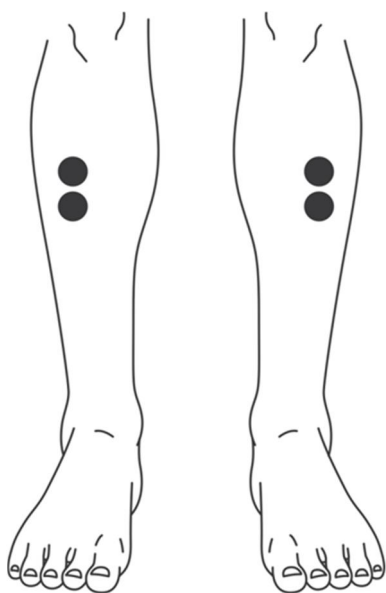

Рис. 41. Схема наложения электродов на нижние конечности пациента для регистрации ЭМГ-сигнала
- Для регистрации ЭМГ-сигнала с конечностей используются одноразовые клеящиеся электроды или чашечковые электроды, предварительно заполненные токопроводящей адгезивной пастой, имеющие удлиненные кабели отведений. Согласно рекомендациям AASM, наиболее часто в качестве целевой мышцы берут переднюю большеберцовую мышцу ноги. Электроды установите следующим образом: активный электрод — в области двигательной точки мышцы, референтный электрод — на расстоянии 2–3 см от активного (чтобы регистрируемая максимальная амплитуда ЭМГ в спокойном состоянии пациента составляла не более 10 мкВ) (рис. 41). Кожу пациента в местах установки электродов предварительно обезжирьте с помощью спиртовой салфетки. Наложённые чашечковые электроды дополнительно зафиксируйте медицинским пластырем (на коже) или используя пасту с высокими адгезивными свойствами (в случае густого волосяного покрова). Для этого поверх электрода и начального отрезка кабеля отведения положите небольшую марлевую салфетку, пропитанную пастой, плотно прижмите к электроду, дайте ей высохнуть. После завершения обследования остатки пасты удалите теплой водой. Подключите наложенные электроды кабелями отведений к блоку усилителя согласно монтажу.